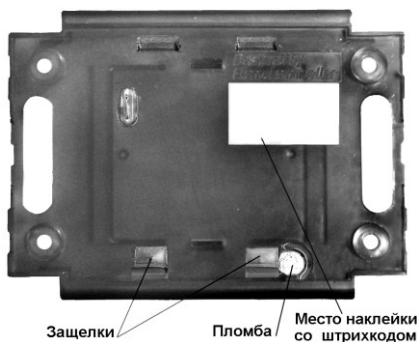

Рисунок 7 – Внешний вид АД-01 (обратная сторона)
Для предотвращения случайного открытия кожуха и последующего разрушения пломбы, не следует вынимать предохранительные защелки, расположенные с обратной стороны кожуха (см. рисунок 7). Разрушение пломбы ведет к снятию с гарантии.
- в случае если провода подходят сбоку адаптера (например, из коробка или гофрированного шланга), снять заглушки (см. рисунок 5, рисунок 7);